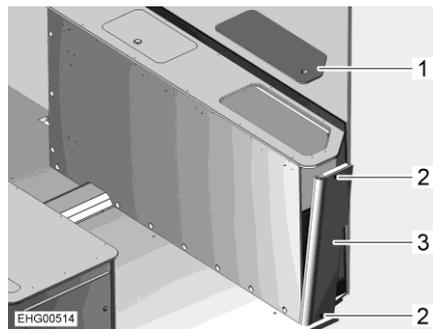

Bild 107 Bettkasten rechts
- Service-Deckel (Bild 107,1) abnehmen.
- 2 Schrauben (Bild 107,2) herausdrehen.
- Von oben in den Bettkasten greifen und Seitenwand (Bild 107,3) leicht nach außen drücken.